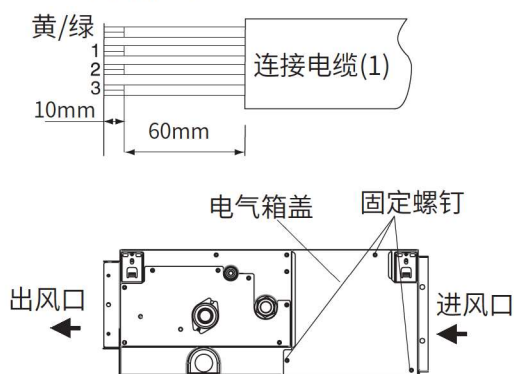

图23-1
- (1) 取下如图23-1电气盖固定螺钉，取下电气箱盖。
- (2) 穿过电控箱上的接线孔，连接接受器连接线到电控箱内的印刷电路板上。
- (3) 连接室内、分歧箱连接线到电气箱的端子上。
- (4) 用连接线压板固定连接电缆。